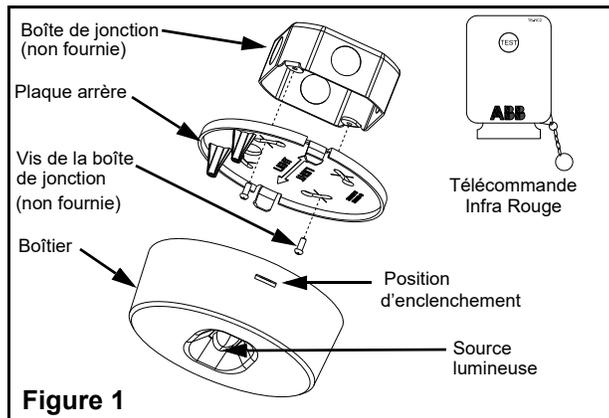

Figure 1
6. Installer la plaque arrière sur la boîte de jonction en respectant l'orientation correcte. (voir fig. 1 & 3)